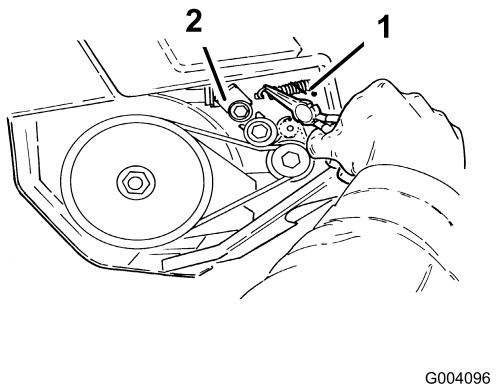

Figura 18
- Togliete la molla di rinvio dal braccio di rinvio (Figura 18).
- Montate la molla di rinvio (Figura 18), e verificate che la puleggia tendicinghia funzioni sulla cinghia.